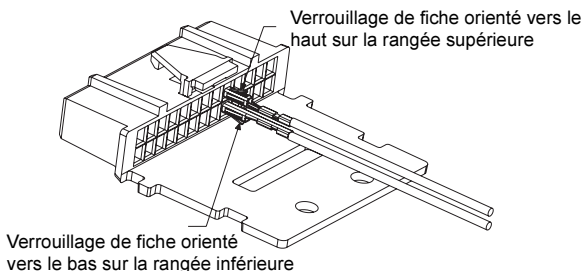

Figure 3. Position du terminal de connexion
3. Insérez le fil du terminal de connexion dans la broche No. 23 du connecteur d'accessoire, comme indiqué à la *Figure 3*.